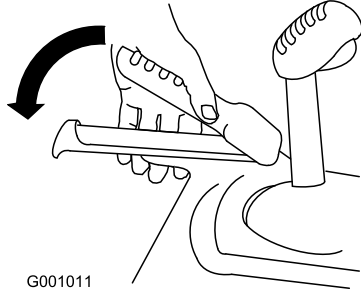

Figure 28
1. Pour engager la transmission aux roues, serrez le levier gauche (déplacement) contre la poignée (Figure 28).